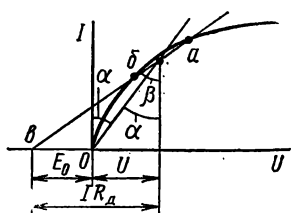

Рис. 2.32
2. Если заведомо известно, что напряжение и сила тока в нелинейном резисторе изменяются в определенном небольшом диапазоне, то с некоторым приближением можно заменить отрезок кривой ab (рис. 2.32) отрезком прямой, пересекающим горизонтальную ось в точке $в$.